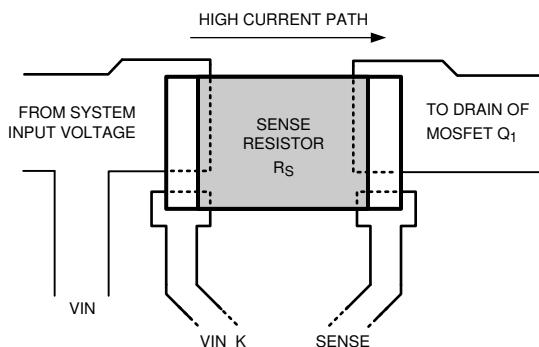

图 8-22. 检测电阻连接
2. 将 TVS Z_1 直接靠近 LM5066Hx 的 VIN 和 GND 引脚放置，以帮助尽可能地减少输入电源线路上可能出现的电压瞬变。选择 TVS 时应确保峰值 V_{IN} 略低于 TVS 反向偏置电压。当负载电流关闭时，很容易在标称输入电压基础上出现 20V 或更高的瞬变电压。德州仪器 (TI) 建议通过对负载进行限流或短路操作，并测量输入电压瞬变峰值，以此测试电路的 VIN 瞬变性能。
5. 检测电阻 (R_{SNS}) 应靠近 LM5066Hx 放置。应使用布线将检测电阻的 VIN 焊盘和 Q₁ 焊盘分别连接至 VIN_K 和 SENSE 引脚。使用开尔文技术连接 R_{SNS} ，如 图 8-22 所示。